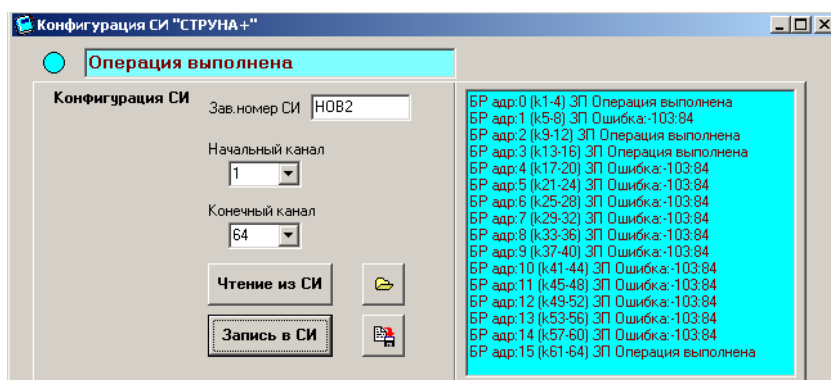
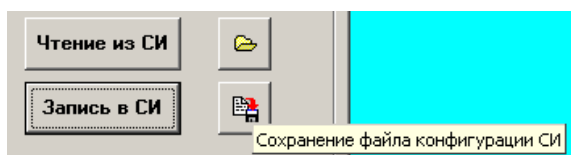
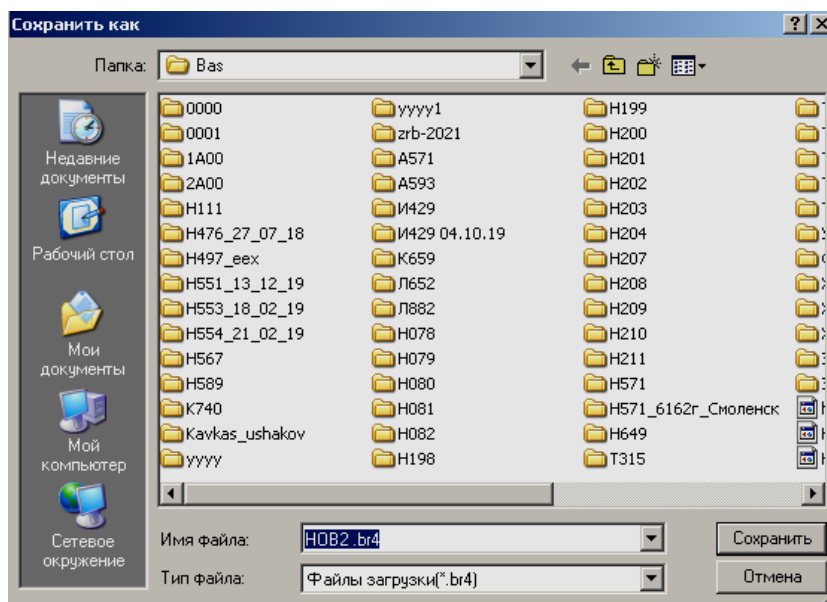

Рисунок 5.41
Рисунок 5.42
Рисунок 5.43
записи конфигурации в БР, которые должны быть подключены к системе в соответствии с диапазоном измерительных каналов (рисунок 5.41). Надпись «БР адр 0 ЗП: Операция выполнена» означает, что запись конфигурация в БР с адресом 0 выполнена успешно. Надпись «БР адр 1 ЗП: Ошибка 103:84» означает, что запись конфигурация в БР с адресом 1 не выполнено (например, БР с адресом 1 не подключен);
- при необходимости сохранить конфигурацию системы в файле. Для сохранения нажать на кнопку «Сохранение файла конфигурации СИ» (рисунок 5.42). В результате на экране отобразится форма представленная на рисунке 5.43. Имя файла по умолчанию считывается с панели «Зав.номер СИ» (рисунок 5.41). Нажать на кнопку «Сохранить» (рисунок 5.43).